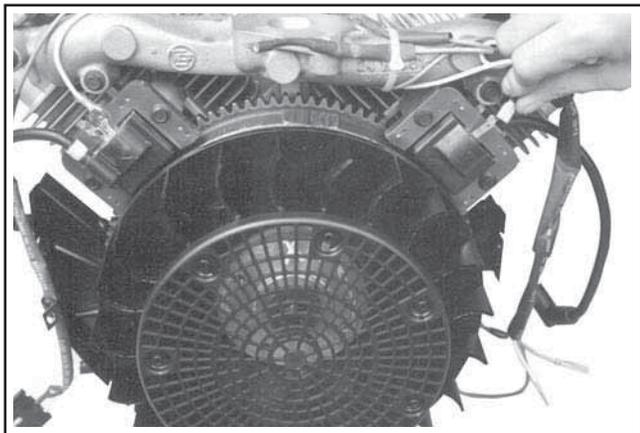

Figure 11-54. Connexion des câbles généraux sur les modules d'allumage standard.
Sur les moteurs n'étant pas équipés de SMART-SPARK™, les modules sont installés avec le câble des bougies du module toujours loin du cylindre. Sur le cylindre n°. 1, la languette générale devrait être orientée vers soi. Voir la Figure 11-54. Sur le cylindre n°. 2, la languette générale devrait être loin de soi (à l'intérieur).
3. Sur les modules d'allumage standard, connecter le câble général à la languette de la borne. Voir la Figure 11-54.